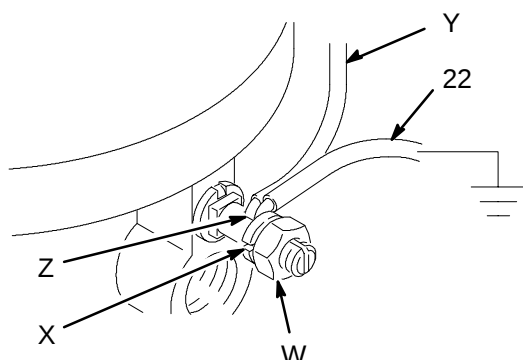

Fig. 1
1. **Bomba:** utilice un cable y una abrazadera de conexión a tierra (suministradas). Vea la Fig. 1. Afloje la contratuerca de orejeta de conexión a tierra (W) y la arandela (X). Introduzca un extremo del cable de conexión a tierra (22) en la ranura de la orejeta (Z) y apriete firmemente la contratuerca. Conecte el otro extremo del cable a una tierra verdadera.
2. **Pistola de pulverización electrostática:** obtenga la puesta a tierra mediante la conexión a una manguera de alimentación de aire conectada a tierra. Utilice únicamente la manguera de alimentación de aire con toma a tierra de Graco (suministrada). Conecte el cable de tierra de la manguera de aire (Y) y el cable de tierra de la bomba (22) a la orejeta de conexión a tierra tal como se indica en la Fig. 1, y después conecte el otro extremo del cable de tierra de la bomba a una tierra verdadera.